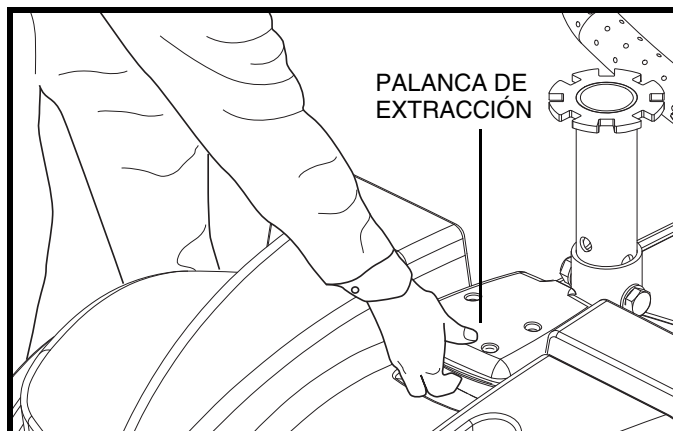

Figure 21. Palanca de extracción
3. Tire hacia arriba de la palanca de extracción (fig. 21).